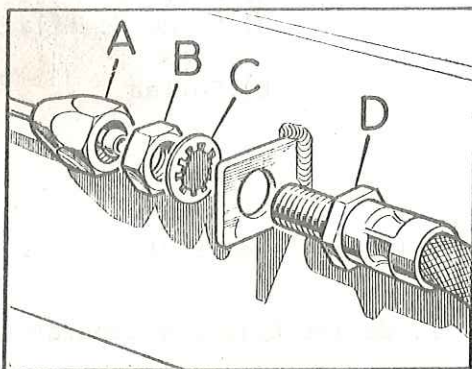

Fig. E -55 Conexión de la tubería del freno trasero
1.02. Soltar la tubería del freno trasero en su unión al racor, D (Fig. E -55) y separar la tubería flexible de su soporte en el bastidor.
- 2.08. Instalar la tubería de frenos sobre el cárter del eje y conectar la tubería flexible a la principal (Figs. E -55, E -56 y E -57).